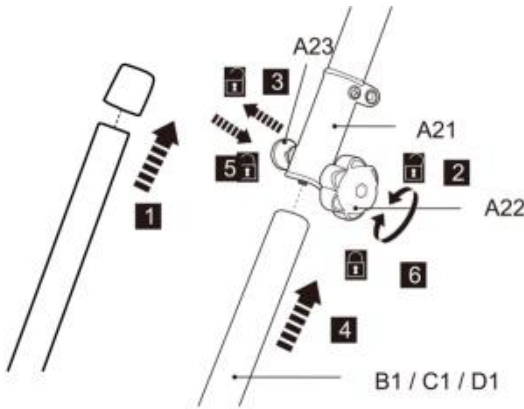

Fig. 3
37. Entfernen Sie die vormontierte Schutzkappe vom unteren Pol (B1/C1/D1) (Abb.3 , Schritt 1).
38. Lösen Sie den Feststellknopf (A 22) , aber entfernen Sie ihn nicht vollständig (Abb. 3 , Schritt 2).
39. Richten Sie die untere Stange (B 1/C 1/D 1) aus und führen Sie sie in die Verriegelungshülse (A 21) ein, während Sie an der Feder ziehen Schraube (A 23) (Abb.3 , Schritt 3 und 4).
40. Drehen Sie die untere Stange leicht, um das Loch mit der Feder auszurichten Schraube (A23) . Lassen Sie die Feder los Ziehen Sie anschließend die Schraube fest, um die untere Stange in Position zu halten. Achten Sie auf die Feder Der Bolzen rastet im Loch ein (Abb. 3 , Schritt 5).
6. Ziehen Sie den Feststellknopf (A 22) fest, um die Verbindung zu sichern (Abb. 3 , Schritt 6).